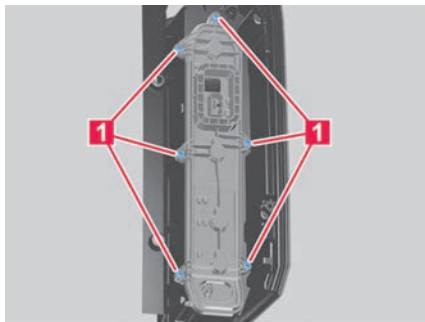

Abb. 168 Rückleuchte: Lampenträger von der Rückseite.
1. Sechs Befestigungsschrauben des Lampenhalters mit dem Schraubendreher herausdrehen → **Abb. 168 1**.